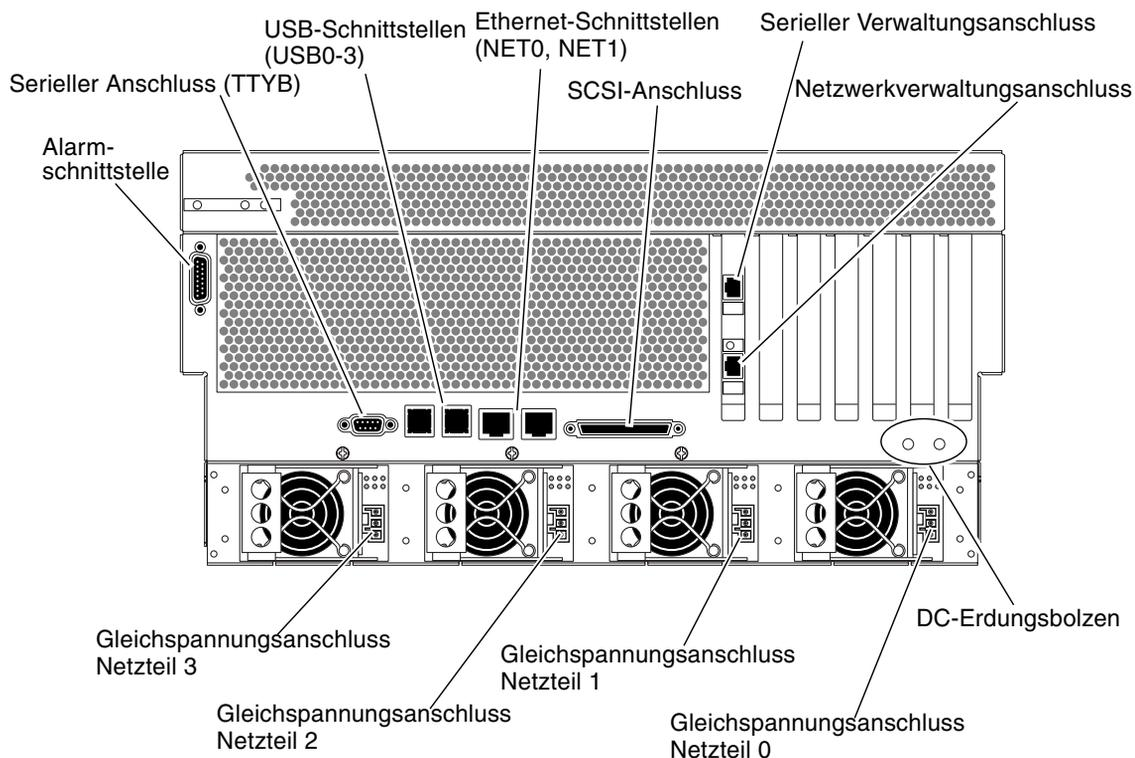
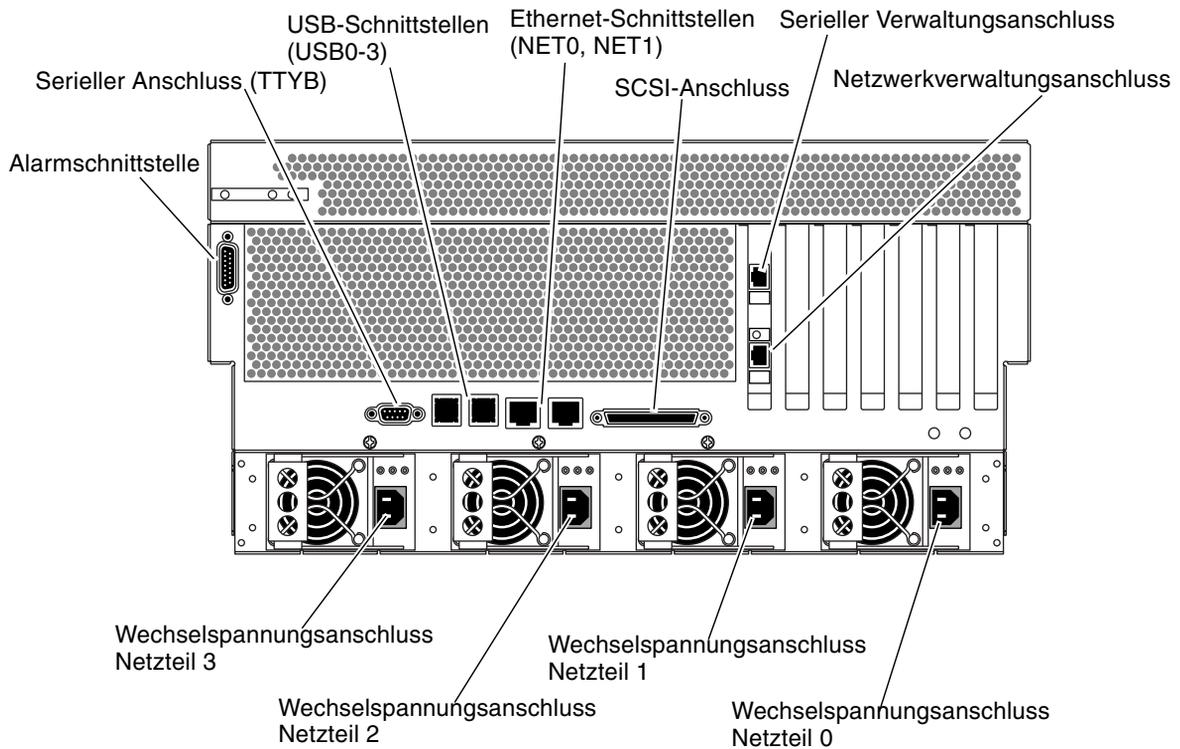

ABBILDUNG 4-1 Rückseite des Servers (Gleichspannungsversion)
ABBILDUNG 4-2 Rückseite des Servers (Wechselspannungsversion)
ABBILDUNG 4-1 zeigt die Gleichstromversion einer Netra 440 Server-Rückseite und kennzeichnet die Anschlüsse für die Stecker von der Gleichspannungsquelle und die E/A-Anschlüsse. ABBILDUNG 4-2 zeigt die Wechselstromversion einer Netra 440 Server-Rückseite und kennzeichnet die Anschlüsse für die Stecker der Wechselspannungsquelle und die E/A-Anschlüsse.
2. **Suchen Sie die beiden Gehäuse-Erdungsbolzen auf der Rückseite des Servers (siehe ABBILDUNG 4-1).**
Wo sich diese Anschlüsse befinden, erfahren Sie unter ABBILDUNG 4-1. Im Folgenden finden Sie die Pin-Belegungen jedes einzelnen Anschlusses.